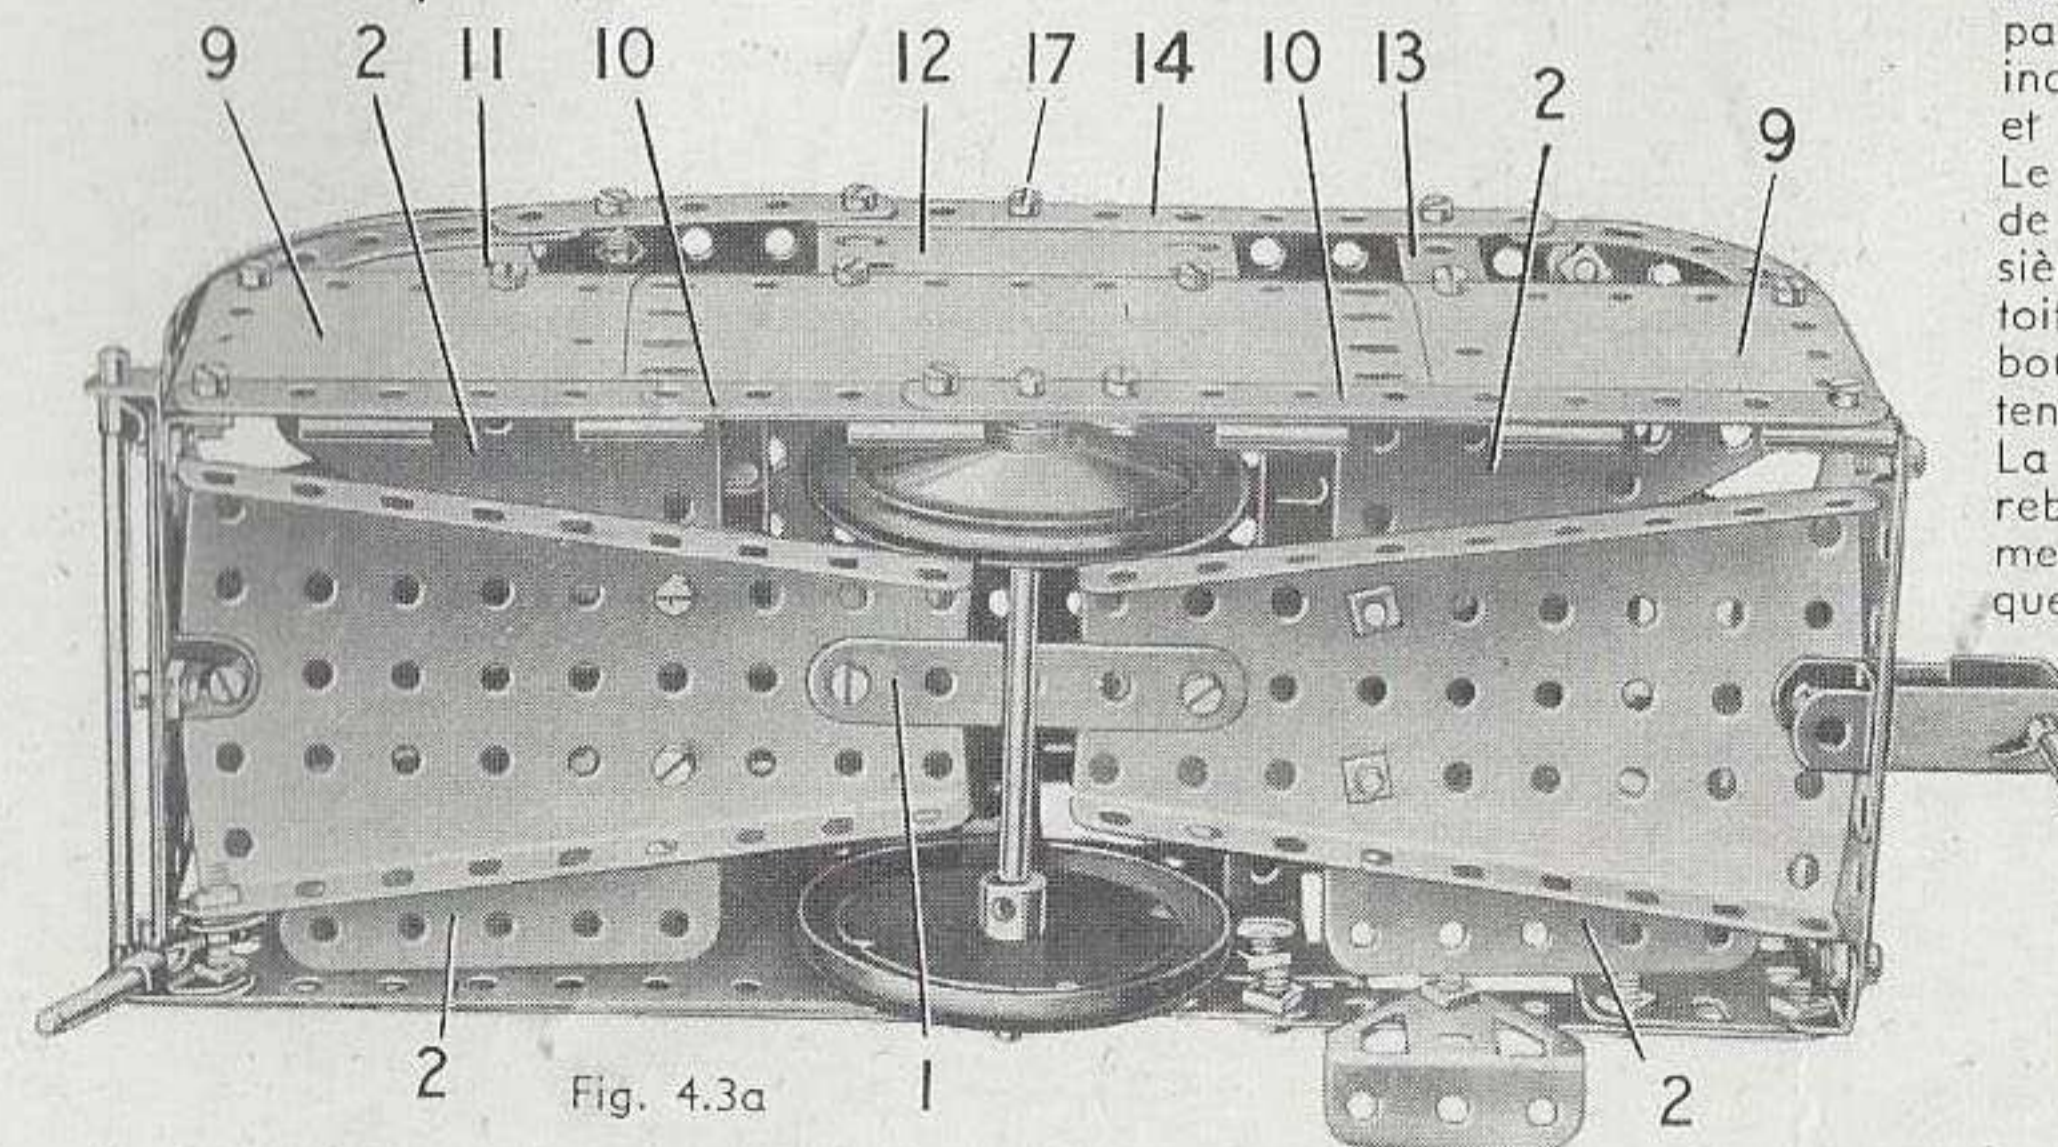

Fig. 4.3a
Deux plaques flexibles triangulaires de 6x4 cm. (2) sont boulonnées sur chaque plaque-secteur. Le côté du modèle qui apparaît sur la vue générale est constitué par une plaque flexible de 14x6 cm. et une de 11,5x6 cm. qui se recouvrent sur 7 trous, ainsi que par une plaque flexible de 6x4 cm. Les plaques sont boulonnées sur deux bandes de 11 trous (3) qui se recouvrent sur trois trous. Le bord supérieur de ce côté est constitué par une bande de 11 trous (4) prolongée par une bande de 5 trous qui la recouvre sur trois trous; la bande ainsi obtenue est reliée aux plaques flexibles de chaque extrémité par une bande incurvée épaulée. Les châssis des fenêtres sont constitués par une bande de 5 trous (5), une bande coudée de 60x12 mm. (6), une plaque à rebords de 38x63 mm. (7) et une plaque semi-circulaire (8). Sur un côté de la porte, une rampe est formée d'une tringle de 5 cm. tenue dans des raccords de tringle et bande à angle droit. Le côté qui apparaît sur la figure 4.3a est constitué par les deux moitiés (9) d'une plaque à charnière boulonnées sur une plaque flexible de 11,5x6 cm. et sur deux bandes de 11 trous (10) qui se recouvrent sur trois trous. Les châssis des fenêtres sont constitués par une plaque semi-circulaire (11), une plaque flexible de 6x6 cm. (12) et une bande coudée de 60x12 mm. (13). Le rebord supérieur du toit est une bande (14) composée d'une bande de 11 trous et d'une de 5 trous qui se recouvrent sur trois trous; les extrémités sont des bandes incurvées épaulées. Les côtés sont réunis à chaque extrémité par une bande de 7 trous (15) fixée sur des équerres. Une extrémité consiste en une plaque flexible de 6x6 cm. et une de 6x4 cm. et l'autre en deux plaques flexibles de 6x6 cm. Les fenêtres des extrémités incurvées sont formées par des bandes cintrées à glissières boulonnées sur les plaques flexibles; chaque bande cintrée est prolongée par une bande de 5 trous boulonnée sur une bande de 11 trous (16). Les bandes (16) sont
La carrosserie est fixée sur les plaques-secteur à rebords par une équerre et un support double comme le montre la figure 4.3a. Le dispositif de remorque est une chape munie d'une tringle de 5 cm. qui sert également de support à une des extrémités de la caravane. A l'autre extrémité, le support est une tringle de 2,5 cm. tenue dans un raccord de tringle et bande boulonné par contre-écrous sur l'une des plaques-secteur à rebords.